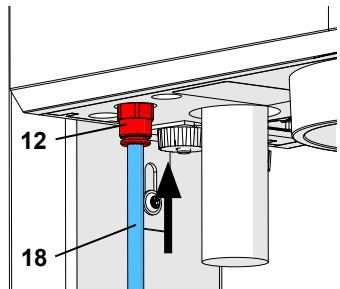

図. 5-a
従来の装置では、入力フィルター (13) が装置の外部に配置されています (図5-b)。この場合には、エアーホース (18) を入力フィルタ (13) に差し込みます。その際、軽く抵抗を感じます。装置を入力フィルターなしで使用してはいけません!